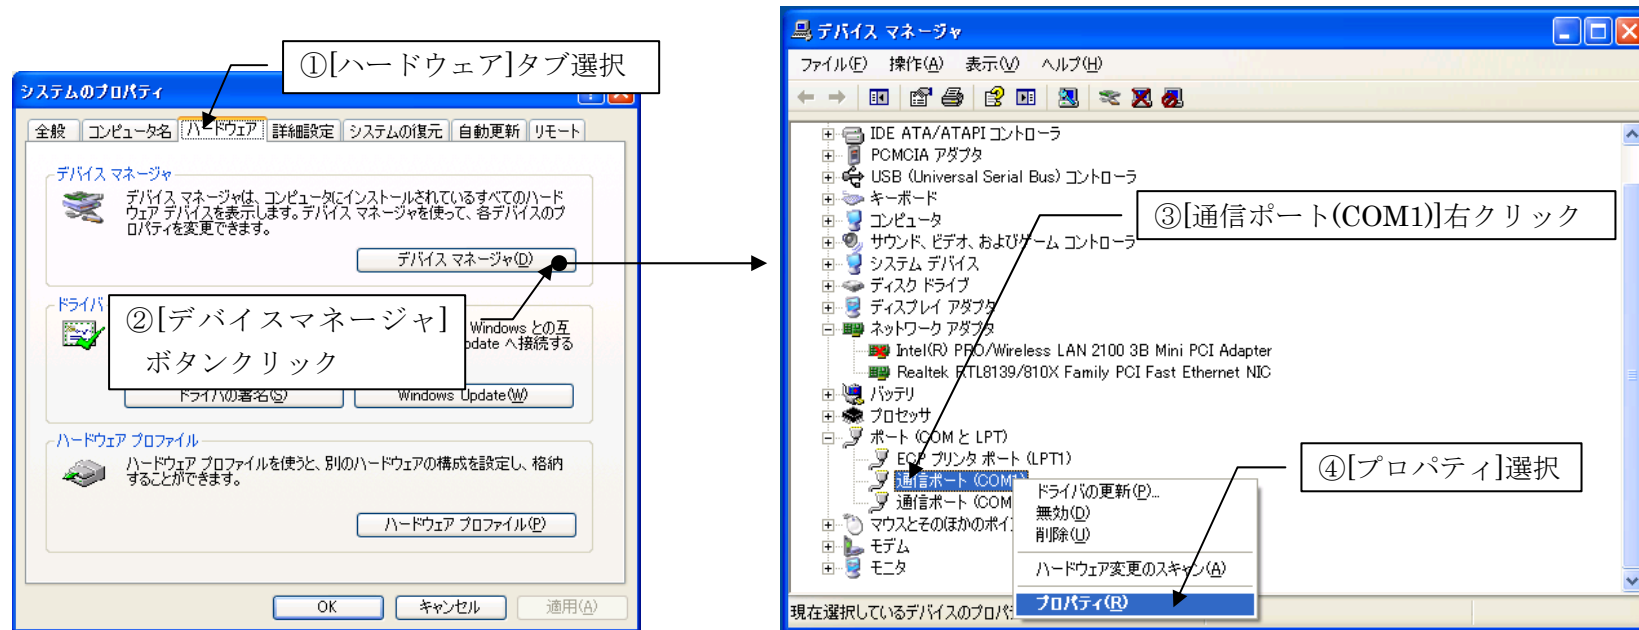

図 2 デバイスマネージャの表示と通信ポート (COM1) のプロパティの選択
(2) 「システムのプロパティ」ダイアログが表示されます。[ハードウェア]タブを選択し、[デバイスマネージャ]ボタンをクリックします。「デバイスマネージャ」ウィンドウが表示されますので、[ポート(COMとLPT)]-[通信ポート(COM1)]上で右クリックし、[プロパティ]を選択します (図 2)。